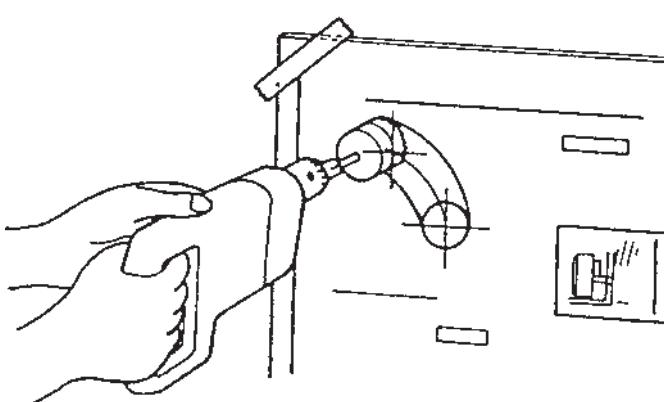

Fig. 5
2. Boor het gat voor de afvoerpomp. Gebruik een op een boormachine bevestigde gatenzaag met een diameter van 70~80 mm (zie fig. 5). De opening aan de binnenzijde van de muur moet iets hoger zijn dan de opening aan de buitenzijde, zodat de muurdoorvoer en de